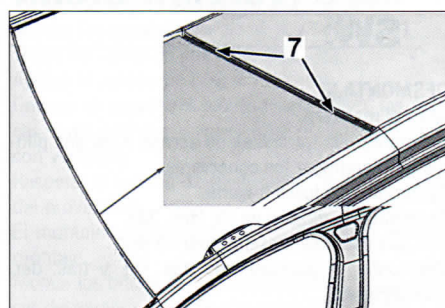

FIG. 62
Con cinta adhesiva, doblar la junta de acabado sup. del parabrisas (7) sobre el parabrisas para no deteriorarla durante el corte (fig. 62).